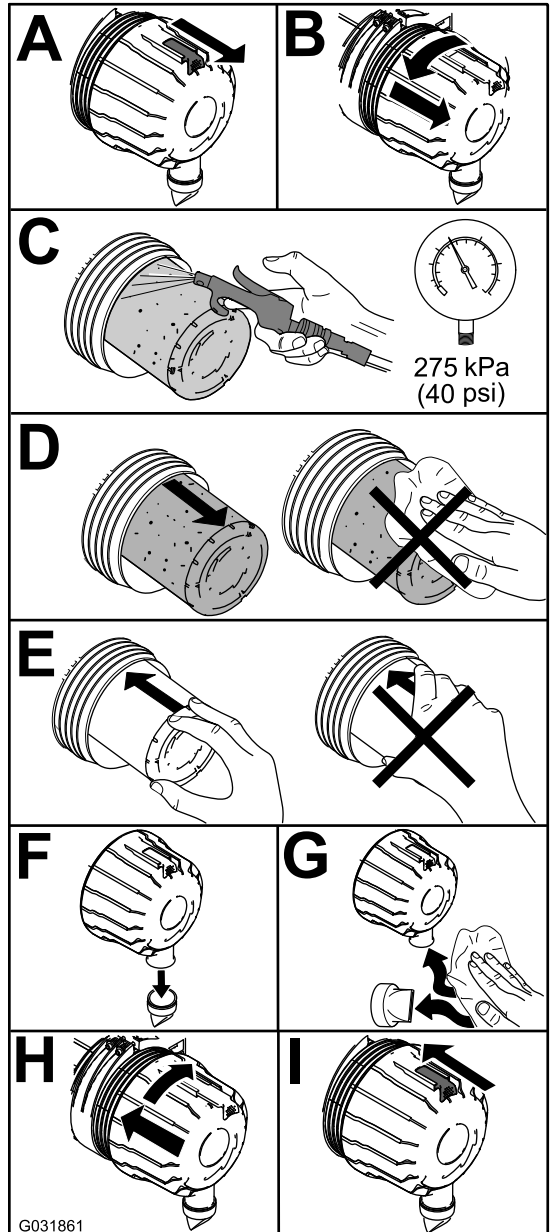

Figure 82
1. Remplacez le filtre à air (Figure 82).